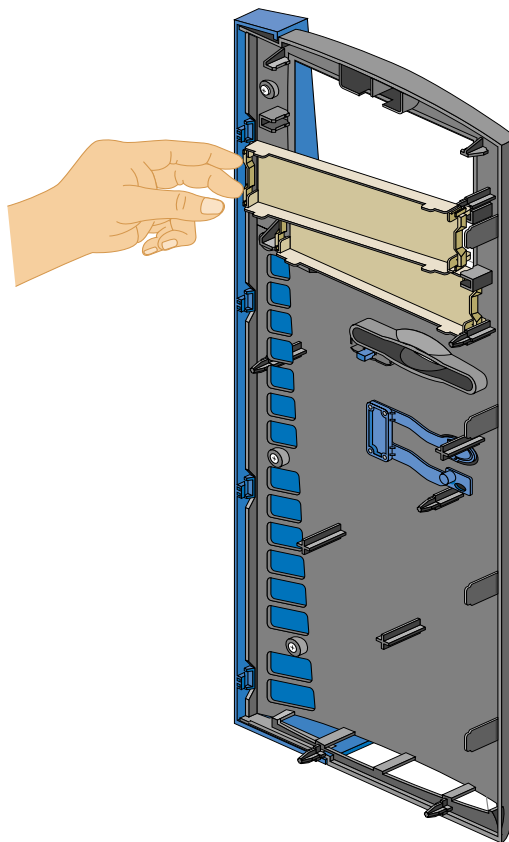

Abbildung 2-4 Abnehmen der Blendenplatte von der Frontblende
- Zum Abnehmen einer Blendenplatte drücken Sie auf den Lösemechanismus am Ende der Platte und ziehen sie von der Frontblende ab. Abbildung 2-4 veranschaulicht das Vorgehen.